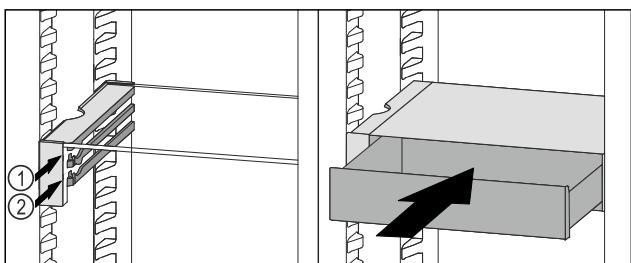

Fig. 78
- Zásuvku VarioSafe nasadte za zarážkami na požadovanom rebre Fig. 78 (1) alebo Fig. 78 (2).